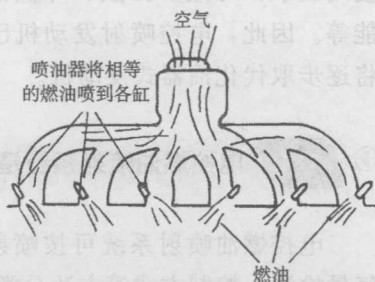

图 1-1 喷油器使各缸喷油量相同
(1) 采用多点汽油喷射为燃油供给装置,可解决进气歧管中混合气分配不均的问题。如图 1-1 所示,喷油器位于发动机各缸靠近进气门的位置,如此每一缸可以得到相等的燃油量,使吸入气缸内的混合气空燃比一致,发动机可在较稀薄的混合气下工作,则排气中可以减少环境污染且节省燃油。